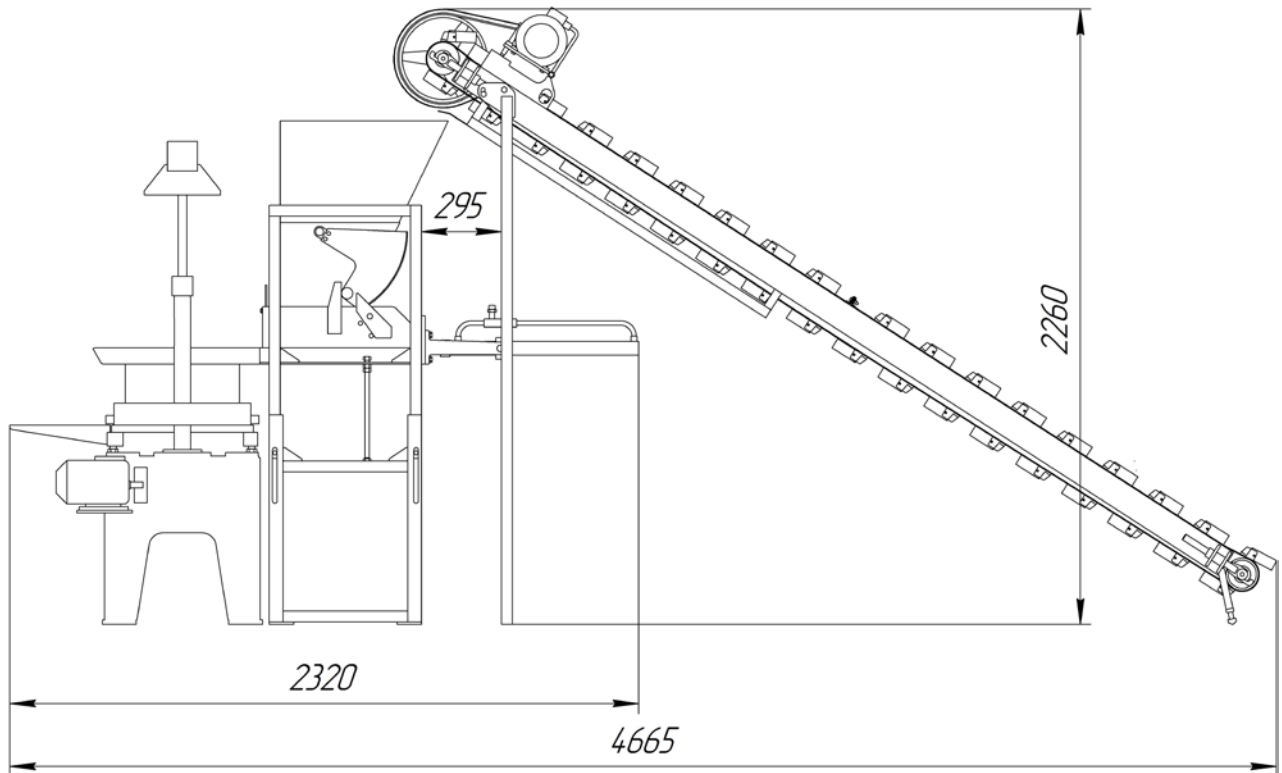

Рисунок 4. Монтаж модуля загрузки смеси к вибропрессу «КОНДОР».
4.1. Порядок монтажа модуля загрузки смеси к вибропрессу (рисунок 4):